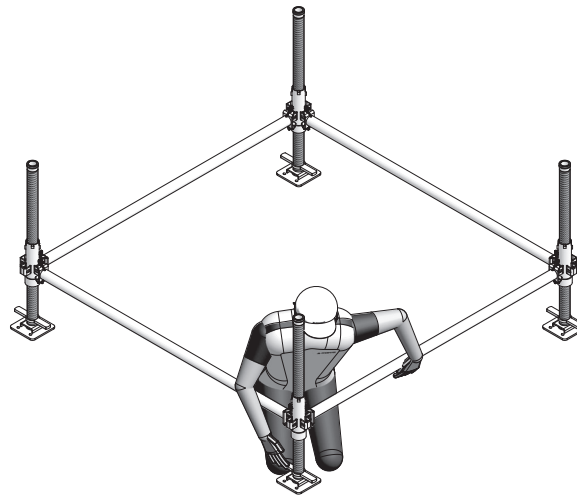

Abb. 9.1
4. Riegel 170 MT mit integrierten Keilen an die Fußspindeln MT anschließen (Abb. 9.1).
6. Die Keile mit dem Hammer festschlagen (Abb. 9.1).